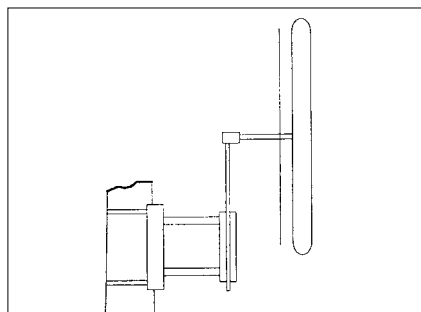

fig.20
- bloquer les écrous des étriers du support d'antenne (fig. 20).